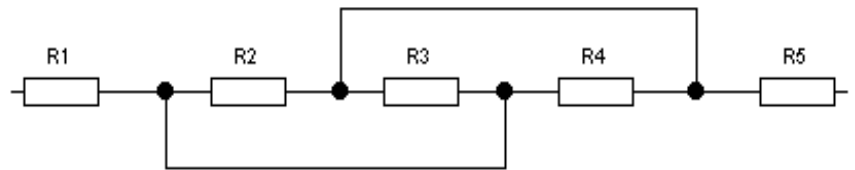

Рис. 2.3
2.7.1. Визначити еквівалентний опір групи резисторів в відповідності до схеми на рис.2.3.